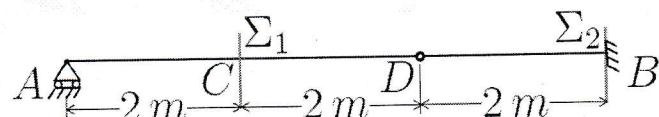

FIGURE 3.7 – Schéma de l'exercice 10
1. Déterminer les lignes d'influence des moments fléchissants aux sections  $\Sigma_1$  et  $\Sigma_2$  (figure 3.7),